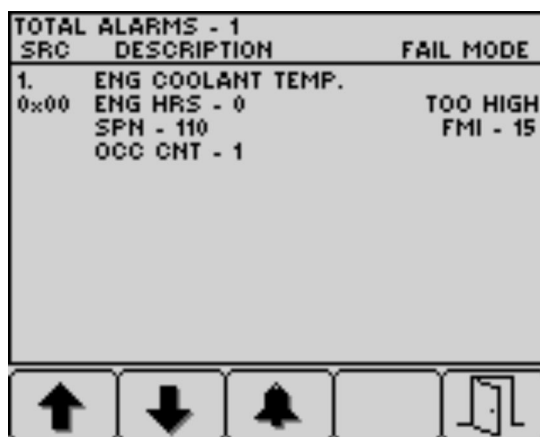

Bild 39
4. Betätigen Sie die Taste 5, um die Liste der aktiven Störungen zu verlassen und in den Startbildschirm zu wechseln (Bild 39).
5. Betätigen Sie die Taste 5, um die Liste der aktiven Störungen zu verlassen und in den Startbildschirm zu wechseln, siehe Bild 39 in Hinweismeldungen des Motors \(Seite 36\).